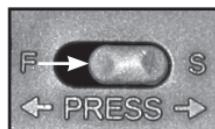

ilustración 2a
- Deslice el seguro hacia adelante (hacia la “S”) hasta que ya no se muestre el rojo. (**Ilustración 2a**). La pistola no está en “MODO SEGURO”, es decir el seguro no está colocado a menos que lo deslice completamente hacia adelante y el color ROJO ya NO es muestre.